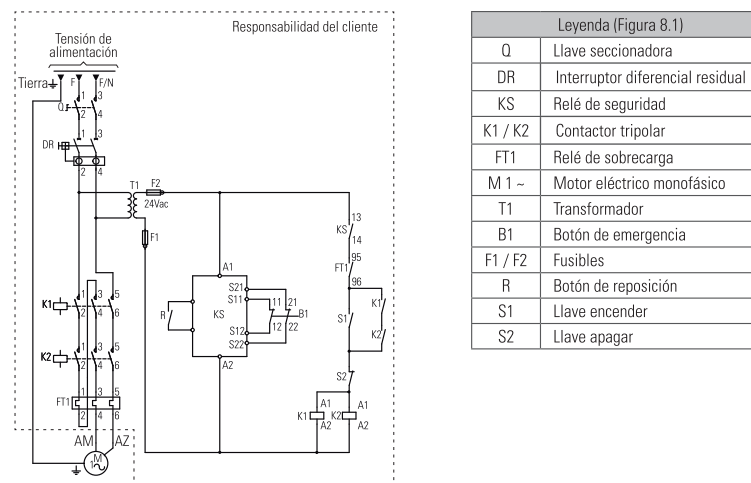

FIGURA 8.1 ESQUEMA DE CONEXIÓN ELÉCTRICA MONOFÁSICA PARA PRODUCTOS PROFESIONALES / INDUSTRIALES
- La figura 8.1 muestra el diagrama eléctrico recomendado para el producto.
Para el cumplimiento a la norma NR12 es necesario realizar la instalación eléctrica del producto conforme indicado en la figura 8.1.
El esquema de la figura 8.1 orienta sobre la instalación que deberá ser realizada por el cliente en el cuadro de distribución para el ramal de alimentación que será utilizado para la conexión del equipo.